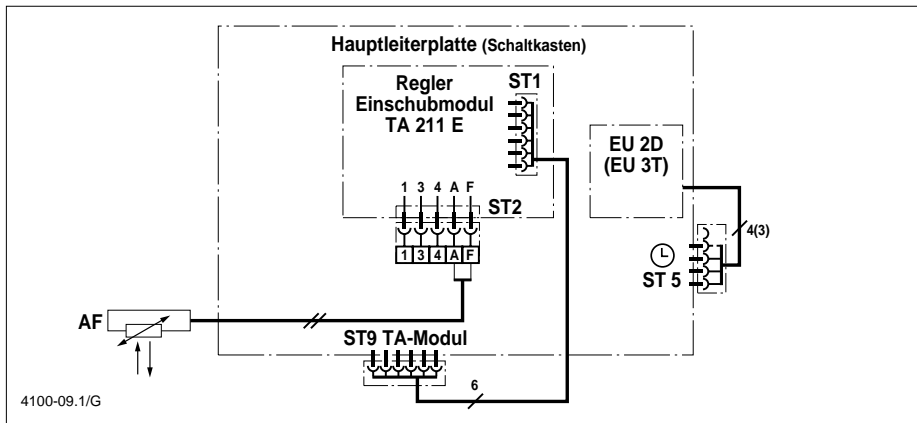

Bild 9: TA 211 E mit EU 2 D oder EU 3 T
TA 211 E + EU 3 T	Bild 9
TA 211 E + EU 2 D	Bild 9
- Außentemperaturfühler am TA 211 E an den Klemmen A und F anschließen (Bild 9 bis 11).
Schaltuhr, falls vorhanden, entsprechend (Bild 9 und 10) an der Hauptleiterplatte des Heizgerätes ⌚ ST 5 anschließen.